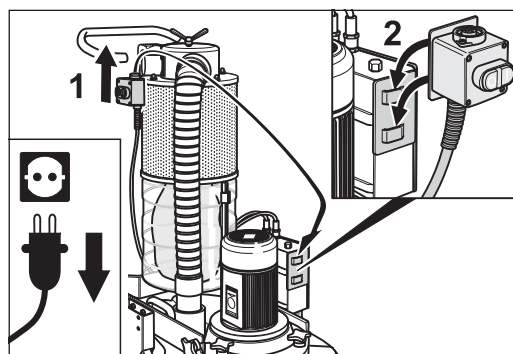

Fig. 25 Cuelgue el interruptor CO./DESCO. en el soporte para el transporte en la caja de distribución.
- 3 Descuelgue el interruptor CO./DESCO. del bastidor y cuélguelo en el soporte para el transporte en la caja de distribución (Fig. 25).